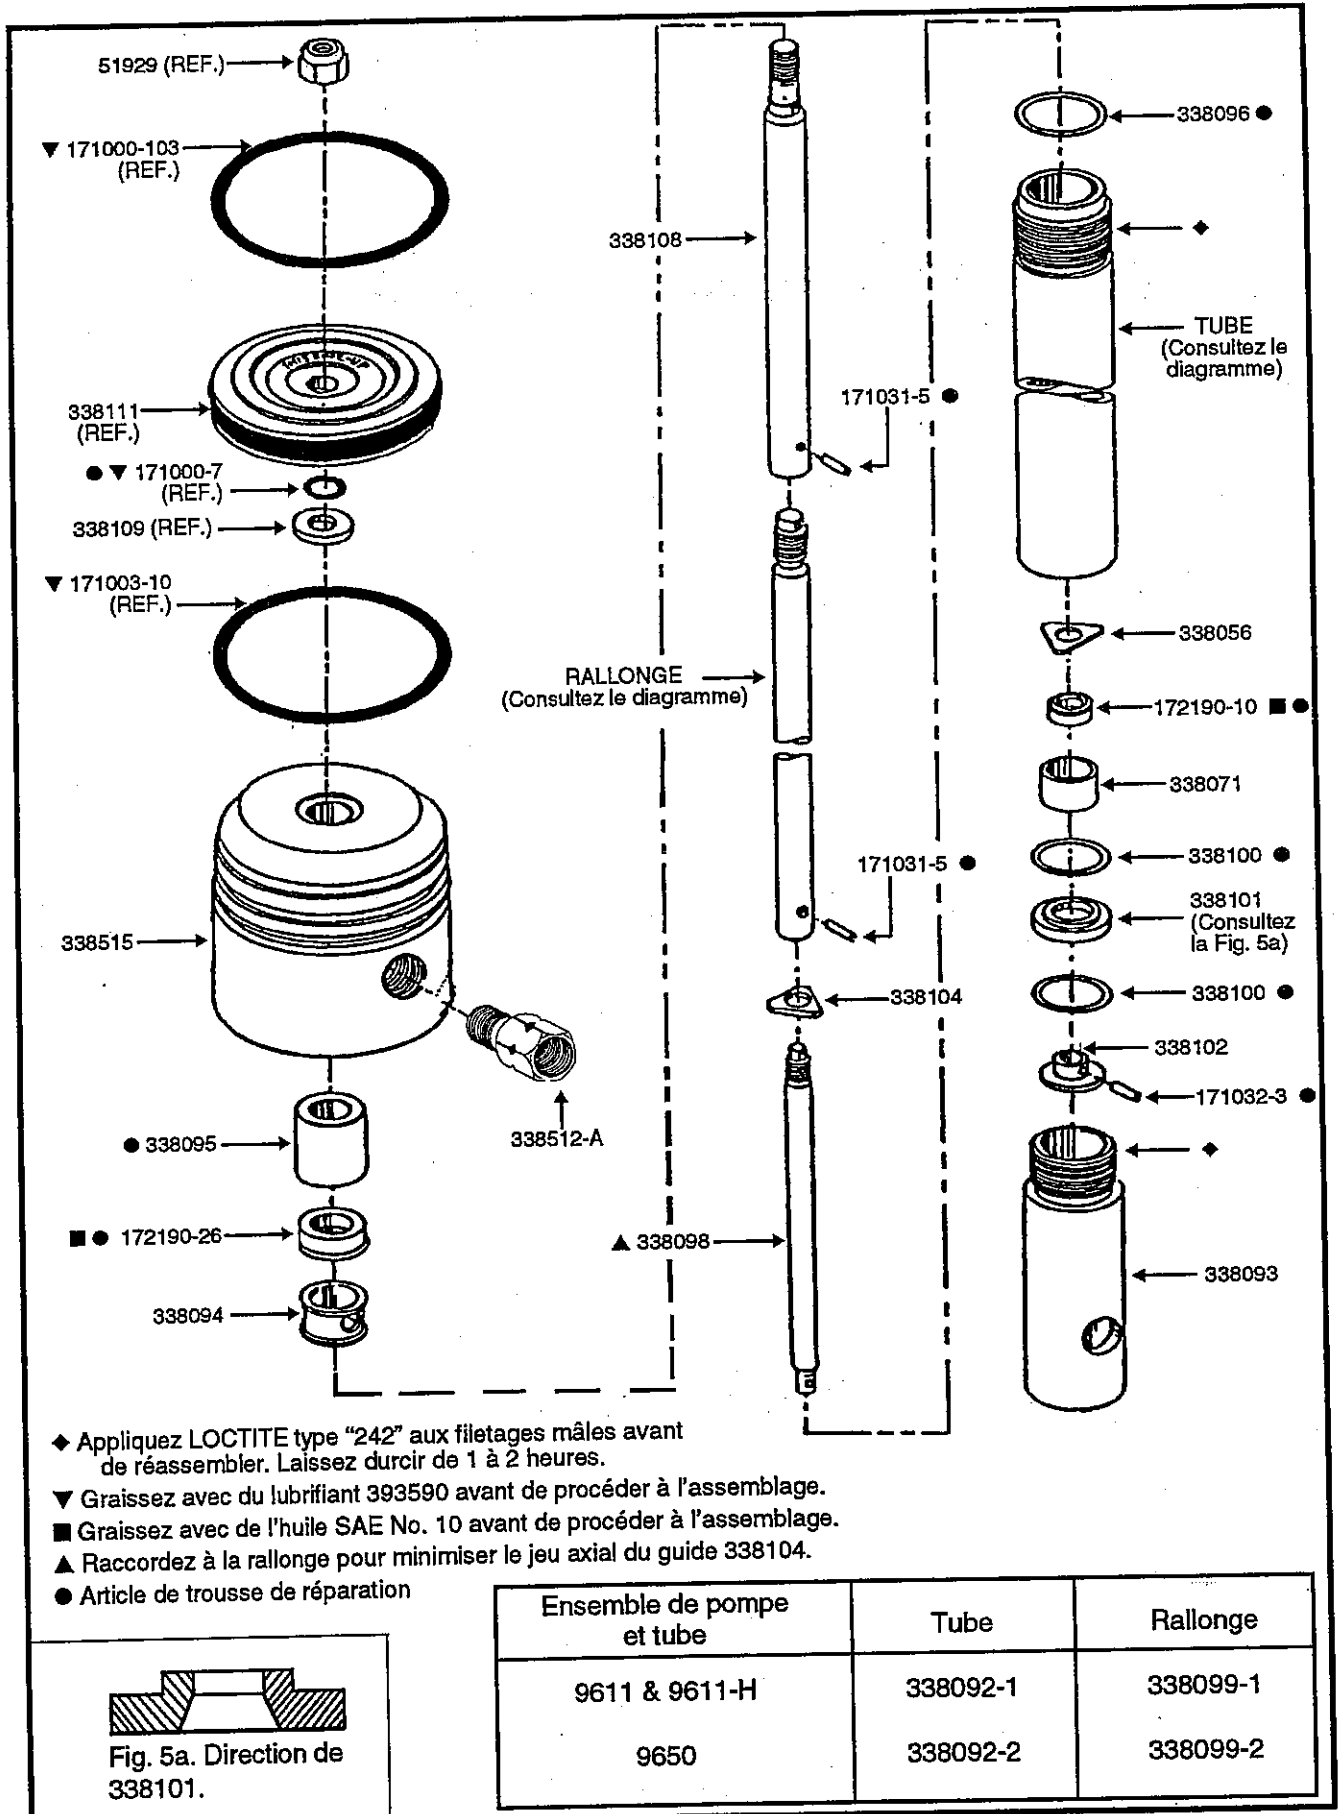

Figure 5 : Ensemble de pompe et tube
**REMARQUE :** Tout manquement à utiliser le lubrifiant #393590 dans les endroits indiqués (Figure 5) peut provoquer le fonctionnement défectueux du moteur pneumatique.
### C. ENTRETIEN DU TUBE DE POMPE: (Figure 5)
8. Dévissez et enlevez le tube (voir le DIAGRAMME de la Figure 5 pour le numéro de pièce spécifique) du boîtier de pompe 338915.
10. Enlevez la goupille cylindrique 171031-5 de l'extrémité inférieure de la rallonge (voir le DIAGRAMME de la Figure 5 pour le numéro de pièce spécifique). Dévissez la tige d'amorçage 338098 de la rallonge et enlevez le guide 338104 de la tige d'amorçage.
- b. Appliquez LOCTITE type "242" aux filetages mâles du boîtier d'amorçage 338093 et au tube (voir le DIAGRAMME de la Figure 5 pour le numéro de pièce spécifique) avant de réassembler.
- c. Assemblez la tige d'amorçage 338098 à la rallonge (voir le DIAGRAMME de la Figure 5 pour le numéro de pièce spécifique) pour minimiser le jeu axial du guide 338104. Ne serrez pas plus qu'un serrage à la main et ne dévissez pas plus d'un demi-tour pour installer la goupille cylindrique 171031-5.
### LISTE DES PIÈCES - Ensemble de tube de pompe (Figure 5)